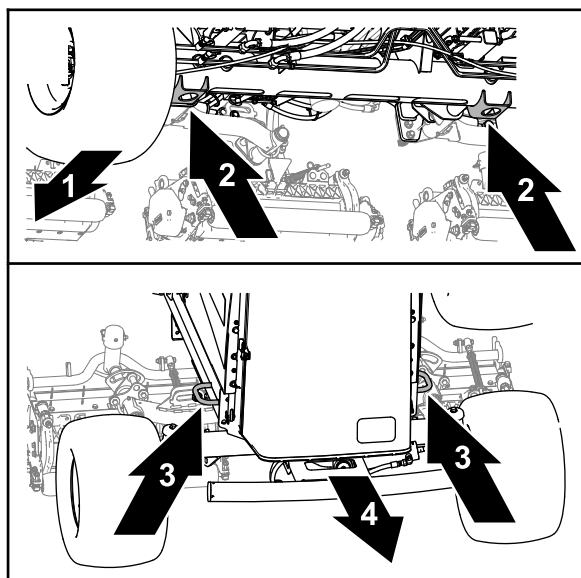

Рисунок 57
- Передняя часть – отверстия в кронштейнах домкрата в трубе переднего моста (Рисунок 57).